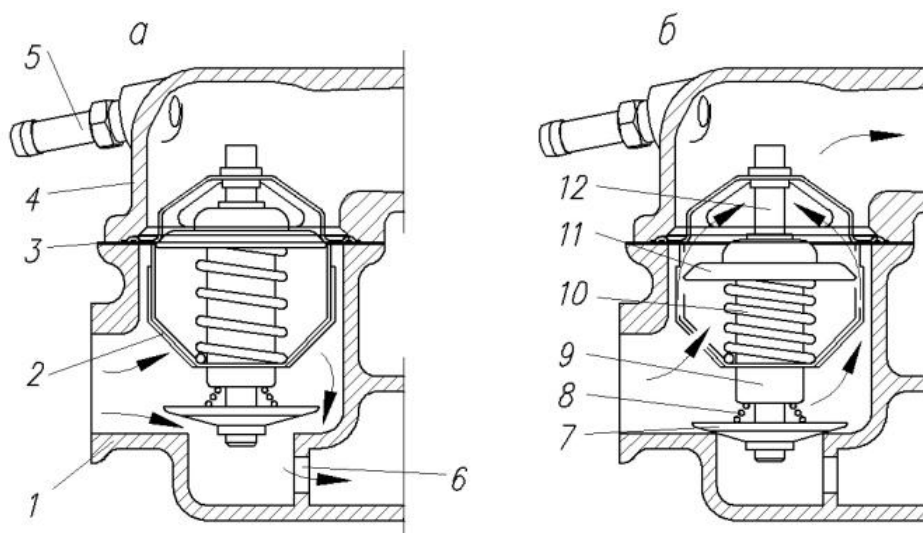

Рис. 14. Схема работы термостата:
**Корпус термостата** литой из алюминиевого сплава. Вместе с крышкой корпуса выполняет функции распределения охлаждающей жидкости во внешней части системы охлаждения двигателя в зависимости от положения клапанов термостата (рис. 14).